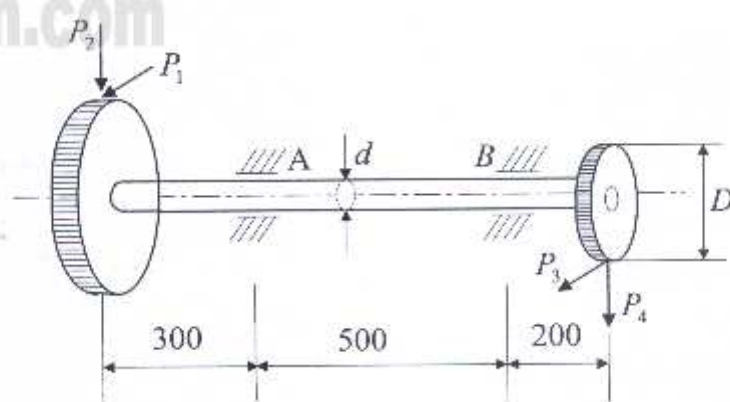

图 3-5
- 5、如图 3-5 所示，传动轴 AB 左端轮上受水平切向力  $P_1 = 4.5$  kN，径向力  $P_2 = 4$  kN；右端轮上受水平切向力  $P_3 = 13.5$  kN，径向力  $P_4 = 5.2$  kN。右端轮直径  $D = 100$  mm。传动轴直径  $d = 50$  mm，许用应力  $[\sigma] = 300$  MPa。